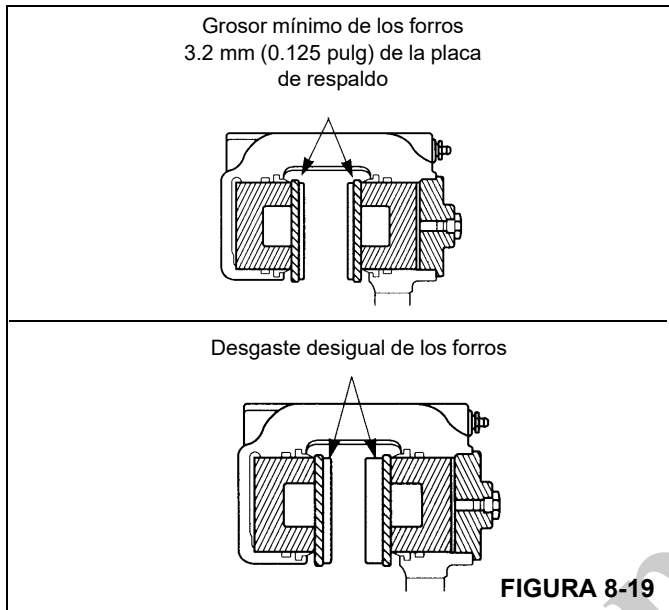

FIGURA 8-19
- Desgaste de forros: Reemplace los forros cuando su grosor sea inferior a 3.2 mm (0.125 pulg) medido desde la placa de respaldo. Consulte la Figura 8-19.
- Desgaste no uniforme de forros: Reemplace los forros si el grosor de los dos forros es significativamente desigual. Verifique que los émbolos funcionen correctamente. Reemplace el émbolo y/o la caja si uno de los émbolos se desvía dentro de su cavidad. Compruebe que la superficie del disco esté plana y paralela respecto a los forros. Consulte la Figura 8-19.